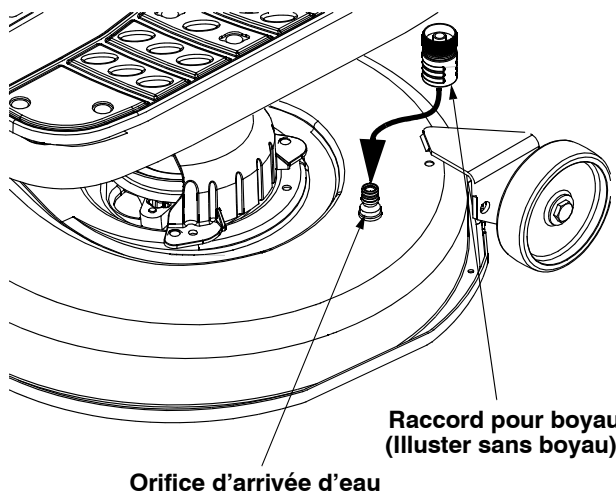

Figure 21
4. Attachez le raccord pour boyau d'arrosage à l'orifice aménagé sur la surface du plateau de coupe. Voir la Figure 21.